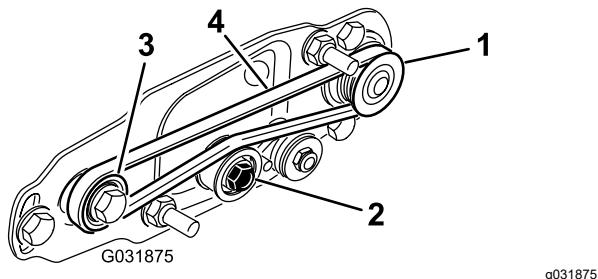

图 24
- A. 先缠绕驱动皮带轮周围的皮带然后再缠绕怠轮皮带轮顶部上方的皮带 图 24。
- B. 启动从动皮带轮上的皮带 图 24。